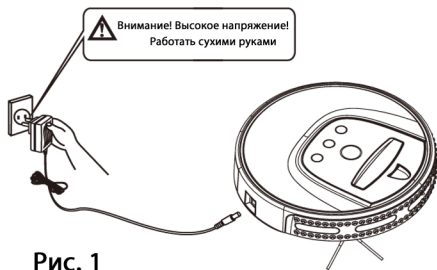

Рис. 1
2. Соедините выход адаптера с розеткой главной станции, используя адаптер для зарядки (См. рис. 1)